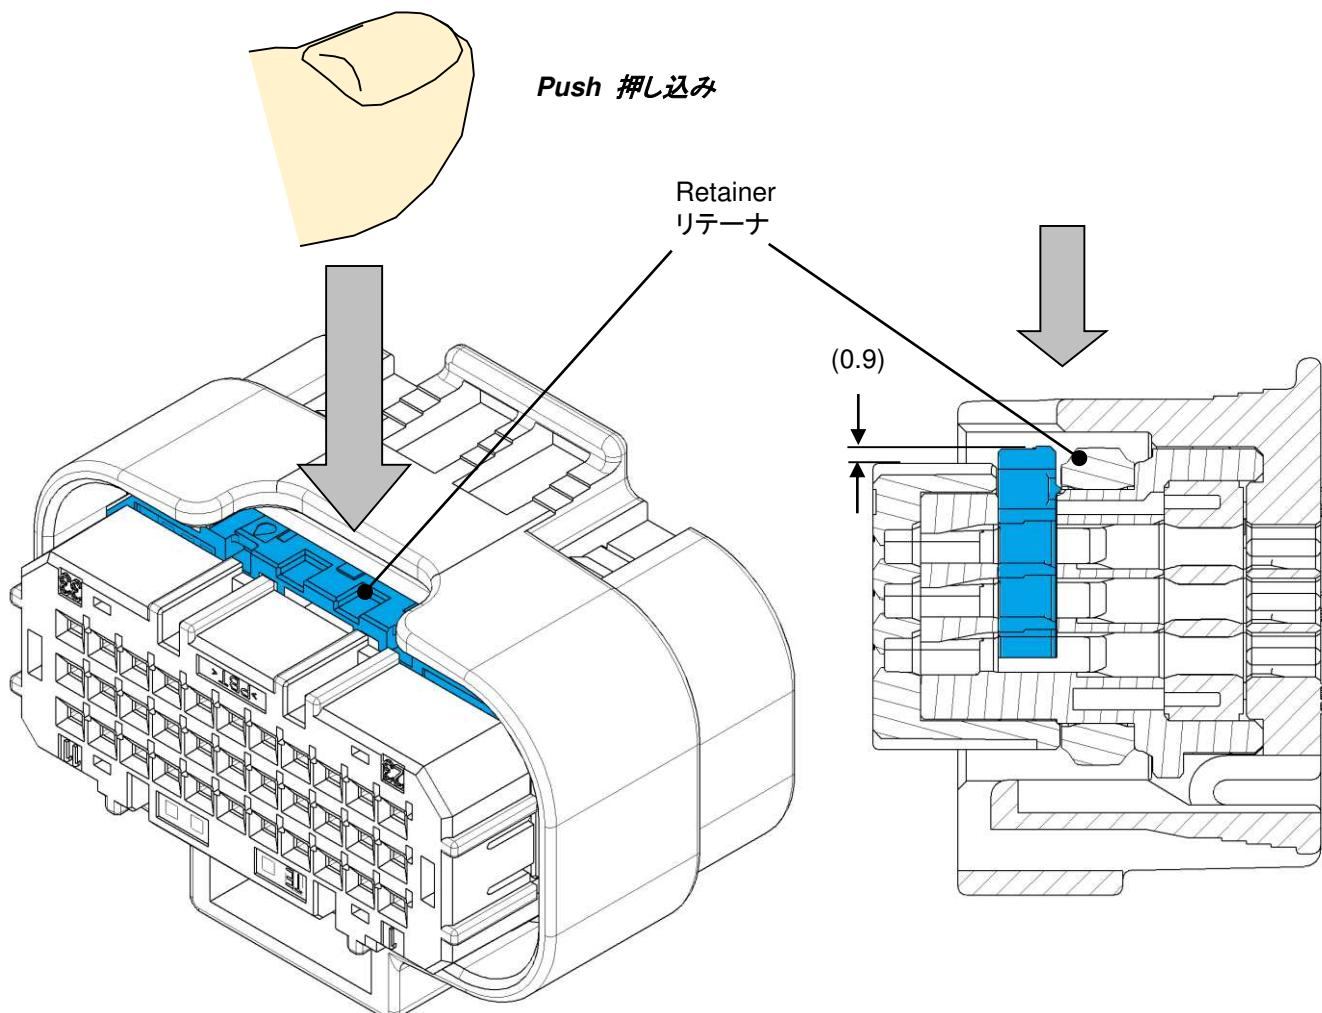

Fig.10
(5) After all of contacts are inserted into the housing, push the center of retainer until audible sounds hearing to the housing. (see Fig.10)
全てのメス端子を挿入した後、図 10 のように指でリテナの中央部を、「カチッ」と音がするまで押し込んで下さい。